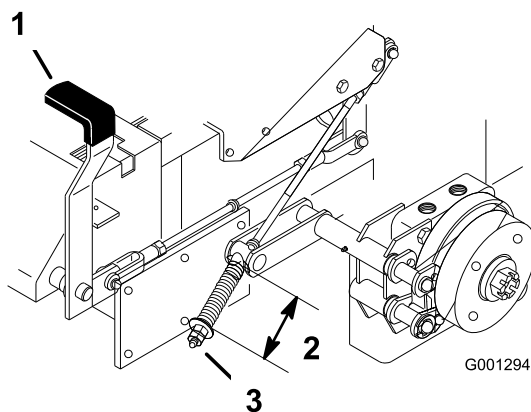

Figura 80
2. Mida la longitud del muelle (Figura 80).
3. Si es necesario un ajuste, quite el freno de estacionamiento, afloje la contratuerca que está debajo del muelle y ajuste la tuerca que está directamente debajo del muelle (Figura 80).